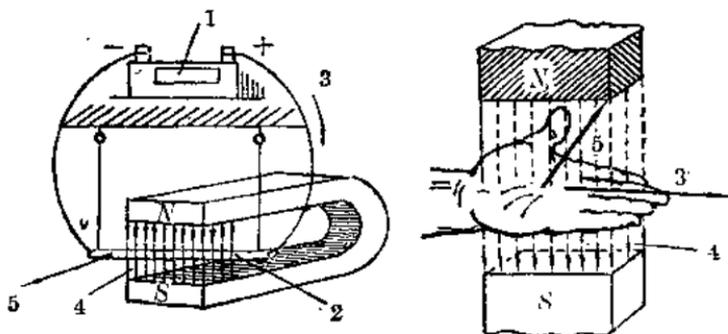
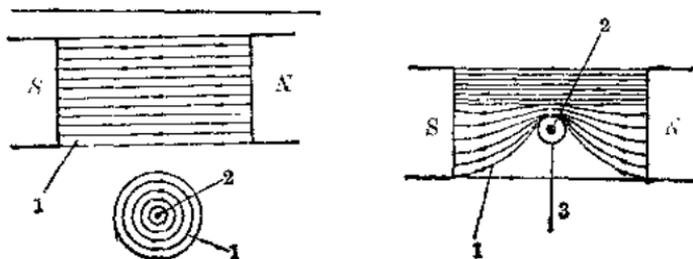

图 38
图 39
2. 再说磁力线与电流之间的力 当图 38 中的导线位于切割磁力线成  $90^\circ$  角时通以电流，导线就会朝着一定的方向移动，它们之间的关系，就是左手定则所概括的（图 38）。为什么会有左手定则所提到的这个现象？原来磁力线象拉长的橡胶带一样，如果强制弯曲它，它总是要缩成最短的距离，看图 39 左上表明 U 形永久磁铁两极间平时磁力线的分布状